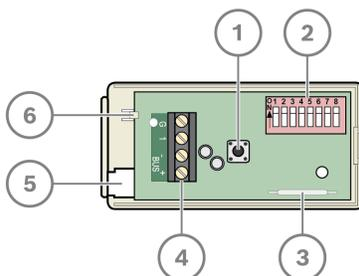

Figura 2: Remoção do PCB
- Remova a placa de circuito DS7461i da base. Pressione a presilha do retentor da placa de circuito e puxe a placa de circuito para cima e para fora da base (consulte a *Figura 2*).